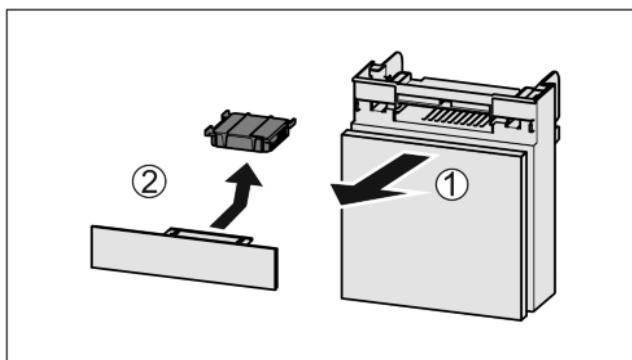

Fig. 33
- Потягніть Fig. 33 (1) відділення вперед.
- Витягнути Fig. 33 (2) фільтр з активованого вугілля.